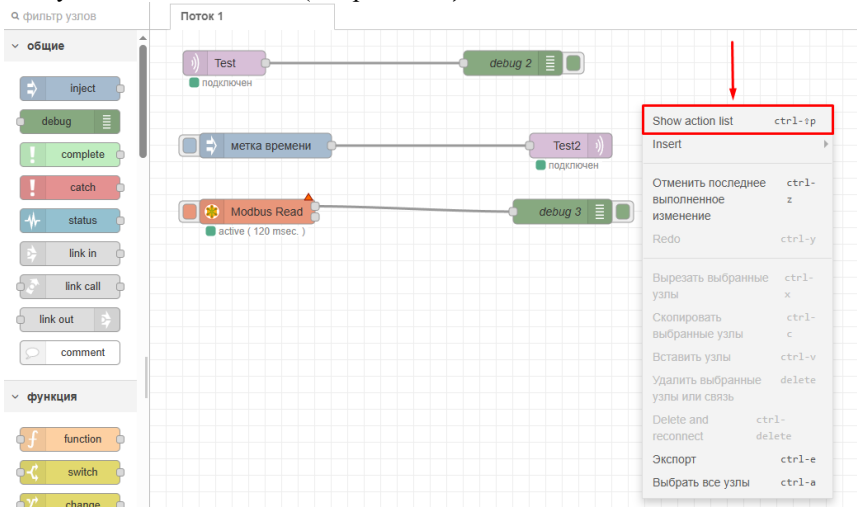

Рис. 2.18. Открытие списка Show action list
1. ПКМ кликнуть на рабочей области, в открывающемся списке выбрать пункт **Show action list** (см. рис. 2.18).